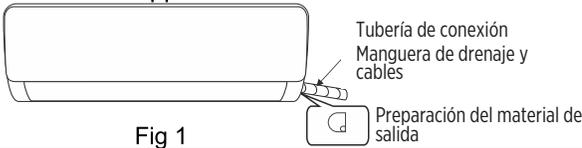

Fig 1
- Según la posición de la unidad, la tubería puede enrutarse lateralmente desde la izquierda o la derecha (Fig 1), o verticalmente desde la parte posterior (Fig 2) (en función de la longitud de la tubería de la unidad interior). En el caso de enrutamiento lateral, corte la salida de tubería sobrante del lado opuesto.